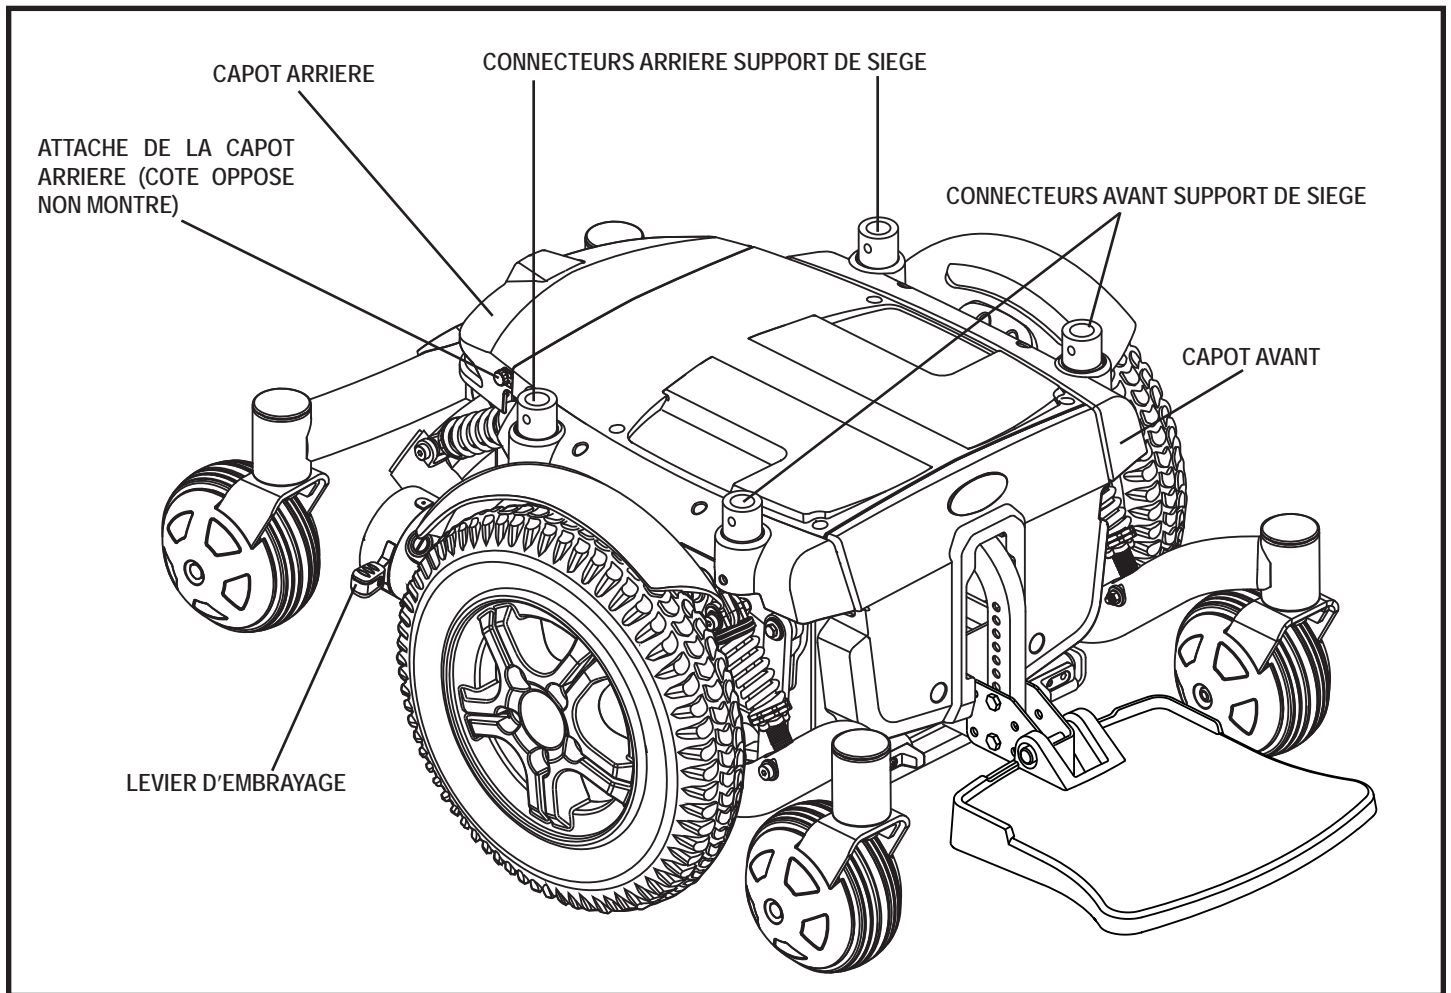

Figure 2. Base motorisée du Quantum 6000Z Serie
5. Desserrez les fixations sur le capot et retirez-le. **Voir la figure 2.**
7. Réinstallez le capot puis resserez les fixations. **Voir la figure 2.**
3. Desserrez les fixations sur le capot et retirez-le. **Voir la figure 2.**